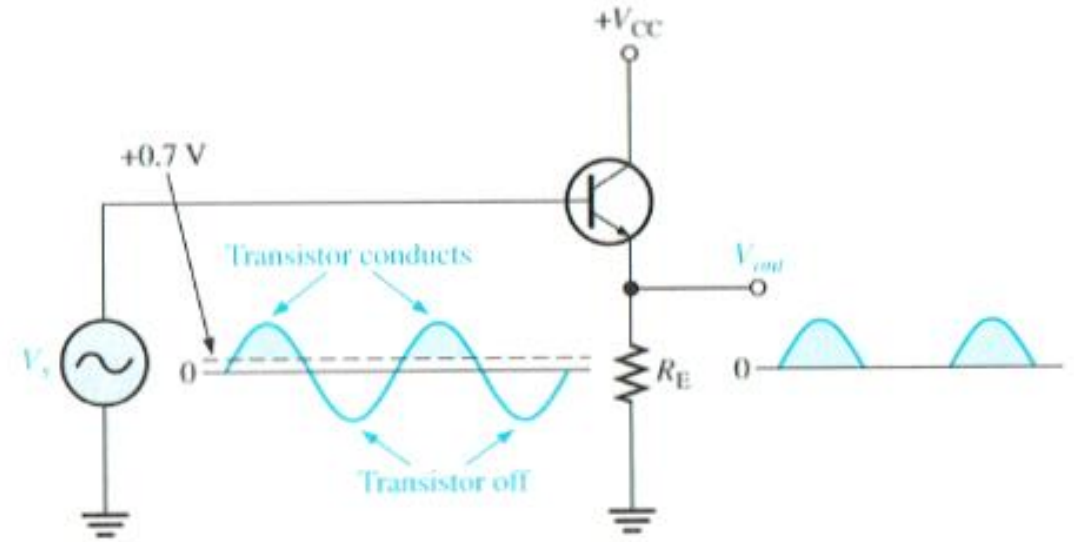

FIGURE 5-27 Common-collector class B amplifier.
- Wanneer een signaal een klas B in geleiding stuurt, dan werkt deze in het lineaire gebied (zie fig. 5-27 waarin een GCS in klas B staat)